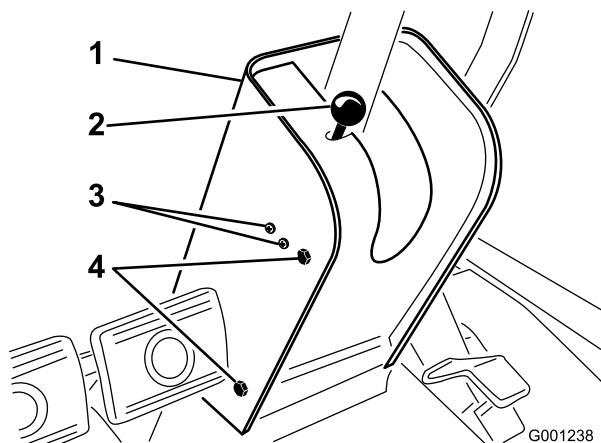

Bild 60
2. Nehmen Sie das Handrad von der Feststellbremsstange und die Schrauben von der Abdeckung der Lenksäule (Bild 60).
4. Lösen Sie die Schrauben und Muttern, mit denen der Schalter der Feststellbremse links an der Lenksäule befestigt ist (Bild 60).